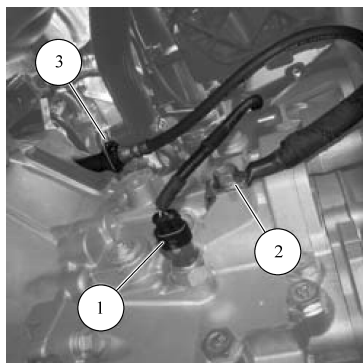

图 4-17 断开倒车灯开关的插接器
- 36) 断开倒车灯开关的电气插接器 1, 如图 4-17 所示。